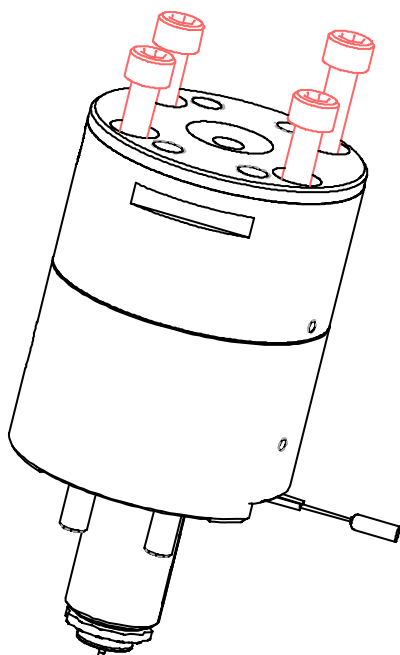

Fig. 77 – Relâcher les 4 vis en dessus
5. Relâcher les 4 vis situées en dessous de la tête de buse et qui bloquent la tête à la partie restante du corps (Fig. 77).